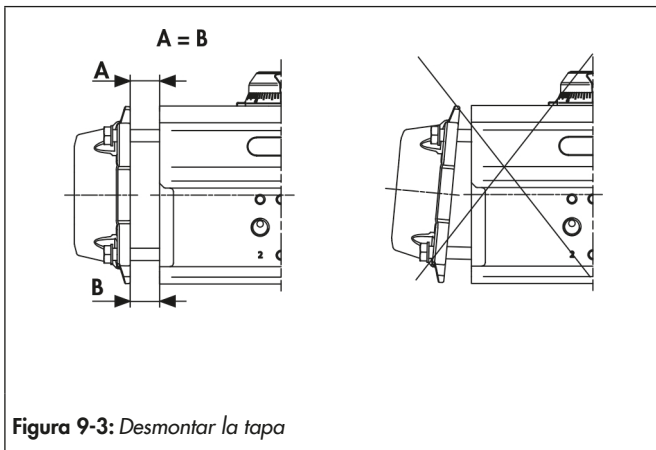

Figura 9-3: Desmontar la tapa
- ⇒ A la hora de desmontar la tapa, mantenga una distancia constante ($A = B$) entre la carcasa del accionamiento y la interfaz de la tapa; consulte la Figura 9-3.